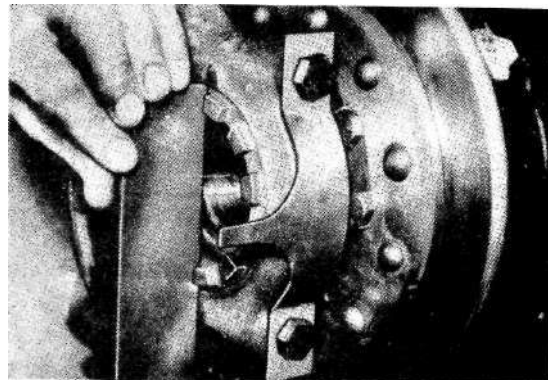

Bild 4-341
- b) Einstellmutter (Nutmutter) auf Antriebsradseite einschrauben und Ausgleichsgehäuse so weit gegen die Mitte hin mit Nutmutter verschieben, bis das Zahnflankenspiel an der längsten Stelle 0,12 mm beträgt, (Bild 4-341)